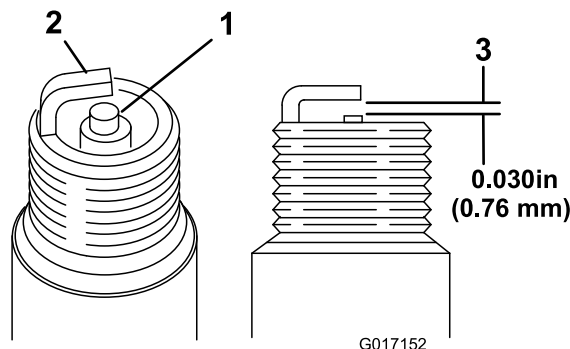

Figure 23
1. Examinez le centre de la bougie (Figure 23). Si le bec isolant est recouvert d'un léger dépôt gris ou brun, le moteur fonctionne correctement. S'il est recouvert d'un dépôt noir, cela signifie généralement que le filtre à air est encrassé.
2. Contrôlez l'écartement entre l'électrode centrale et l'électrode latérale (Figure 23). Courbez l'électrode latérale (Figure 23) si l'écartement est incorrect.